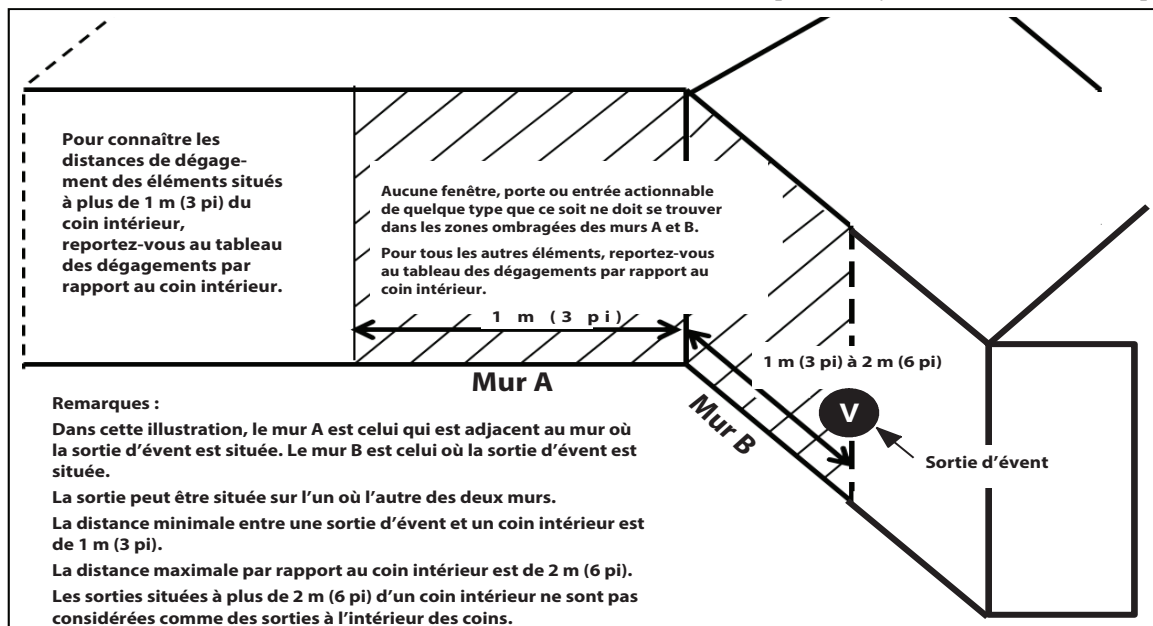

Fig. 43 – Sorties dans les coins intérieurs
2. La sortie d'évent doit être située à au moins 1 m (3 pi) d'un coin intérieur et respecter les distances de dégagement du schéma de sortie de coin. Consultez la Fig. 43.